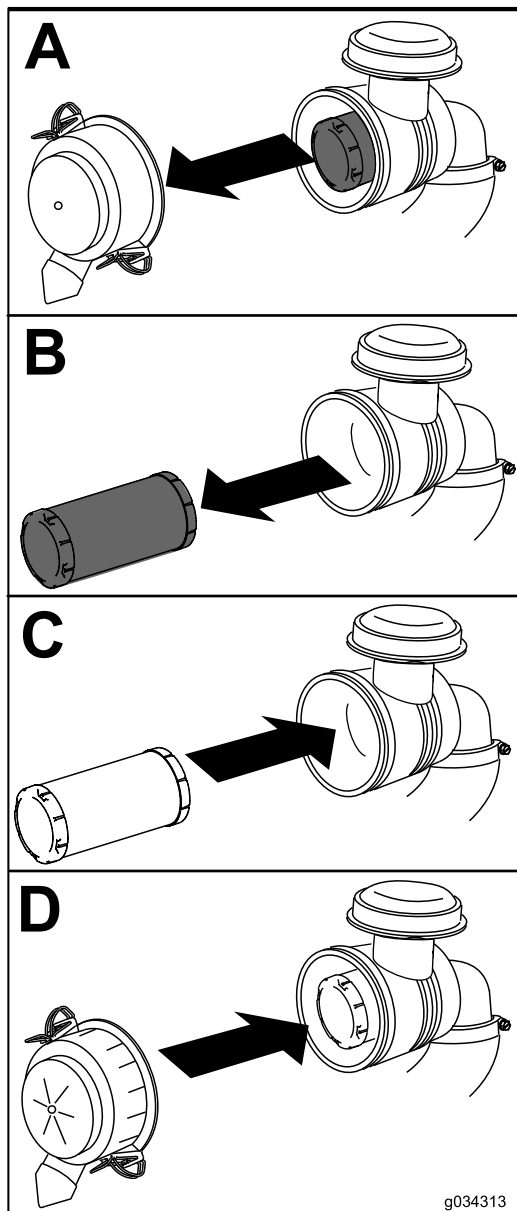

Figura 36
1. Estraete con cautela il filtro dell'aria dal corpo del filtro dell'aria (Figura 36).
4. Montate il coperchio del filtro dell'aria con il lato contrassegnato UP (alto) rivolto in alto, quindi fissate i dispositivi di fermo (Figura 36).